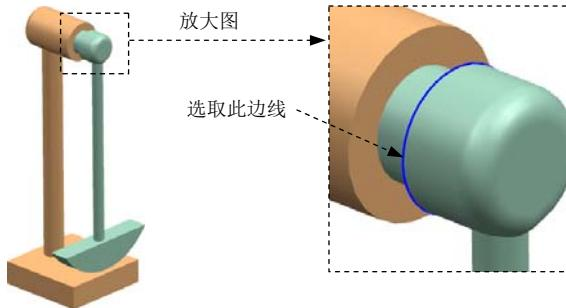

图 7.2.4 定义连杆 2 中的旋转副
(1) 定义运动副。选择下拉菜单  →  命令，系统弹出“运动副”对话框；在“运动副”对话框 **定义** 选项卡的 **类型** 下拉列表中选择  **旋转副** 选项；在模型中选取图 7.2.4 所示的边线为参考，系统自动选择连杆、原点及矢量方向。